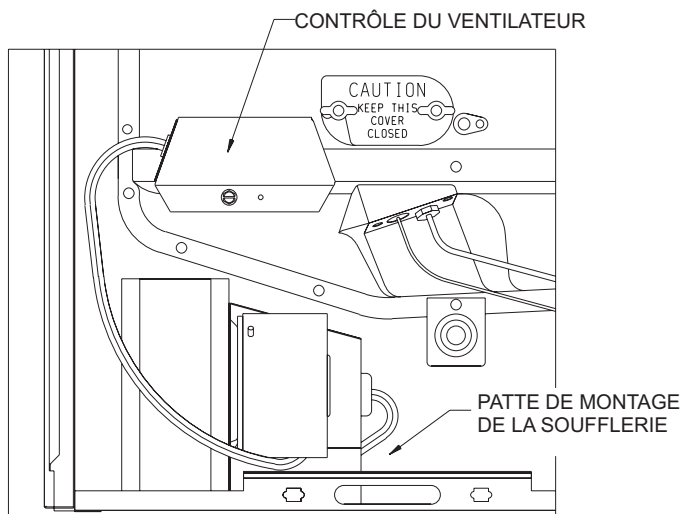

Figure 1
**INSTALLATION DE LA SOUFFLERIE FACULTATIVE DVB-1.** La soufflerie doit être placée comme le montre la figure 1. Si nécessaire, relocaliser la ligne de gaz en employant l'adaptateur soudé à la valve de gaz et déplacer le générateur piezo-allumeur à la prochaine vis. Une patte sur le bas de la paroi intérieure s'introduit dans la fente de l'assemblage de la soufflerie et doit être attaché avec une vis sur le devant.